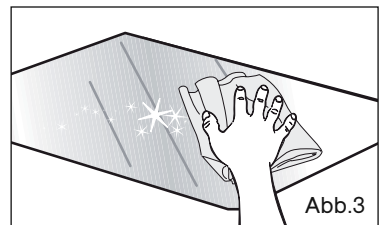

Abb.3
- Die Scheibe mit einem weichen Schwamm und mit Geschirrspülmittel reinigen (Abb. 3). Die Scheibe nicht in Wasser tauchen. Weder Scheuermittel noch Scheuerschwamm verwenden. Mit klarem Wasser spülen und mit einem nicht fuselnden Tuch trocknen.